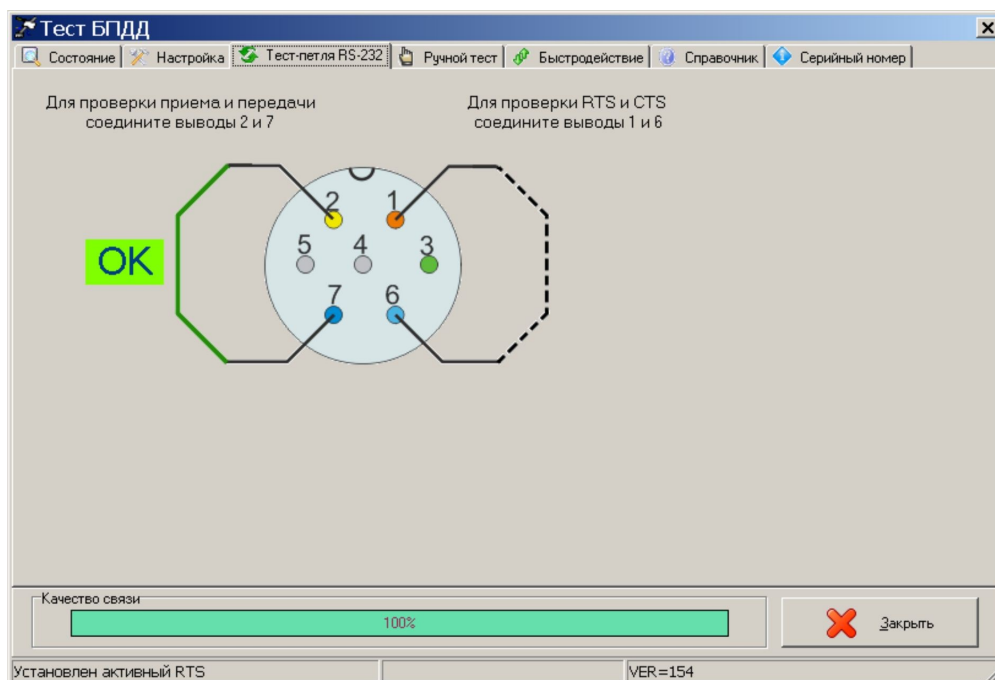

Рисунок 20
- 4) Подключить к разъему XP3 заглушку (соединить контакты 2 и 7 разъема XP3). Проверить появление сообщения «ОК» (рисунок 20). Светодиод «RS-232» должен периодически мигать.